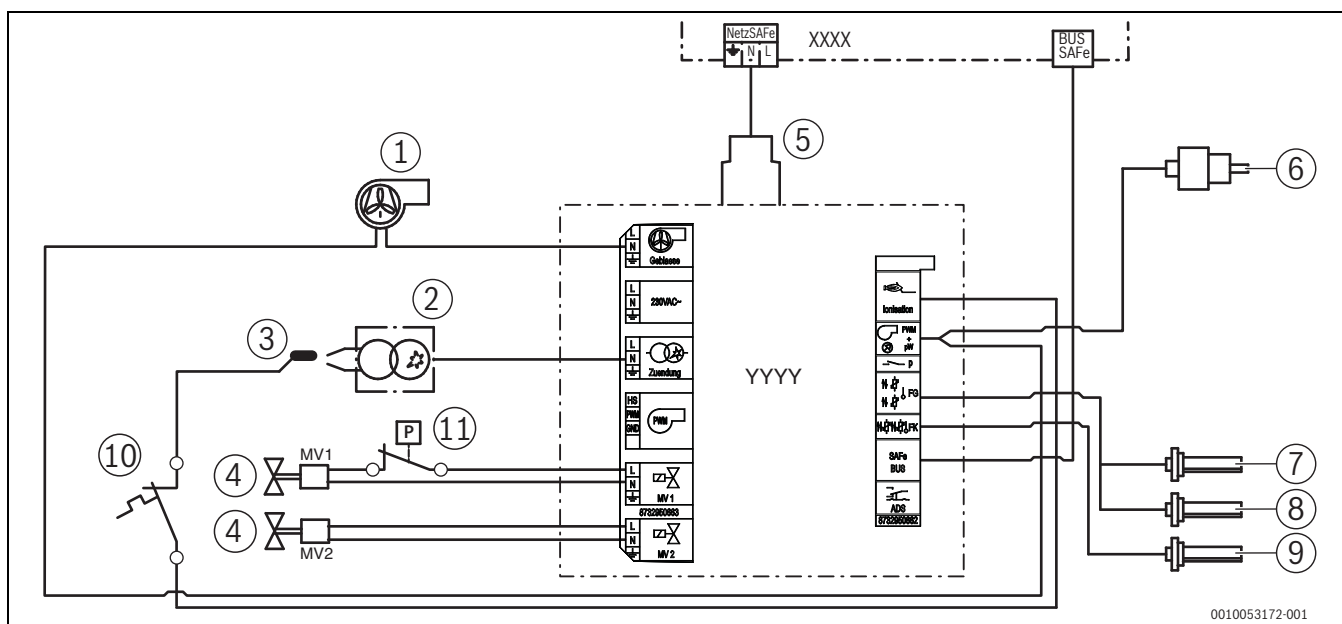

Bild 101 Anschlussplan Feuerungsautomat SAFe220 (15...40 kW; auch 50 kW bei manchen Modellen)
**Legende zu Bild 101 - 102:**